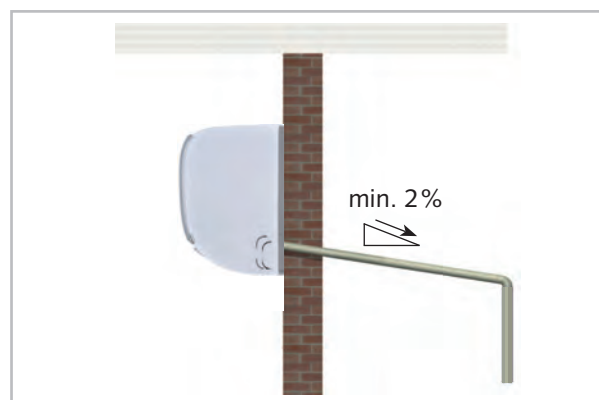

Abb. 40: Kondensatsanschluss Innengerät
- Die bauseitige Kondensatleitung ist mit einem Gefälle von min. 2 % zu verlegen (Abb. 40). Gegebenenfalls sehen Sie eine dampfdiffusionsdichte Isolation vor.